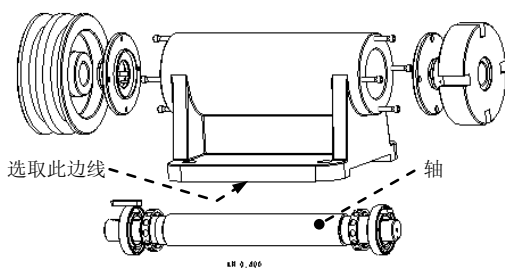

图 3.9.23 移动轴
(1) 此时轴测图已经被分解。在系统 **选取要移动的元件** 的提示下，按下面的步骤选取元件进行移动。
(2) 在模型树中单击选取零件 **SHAFT BEARING.ASM** (轴)，将零件拖到图 3.9.23 所示的位置，此时系统弹出“选取移动”菜单。
(3) 定义运动参照。在“分解位置”对话框 **运动参照** 区域的下拉列表选取 **图元/边** 选项，然后在图形区中选取图 3.9.23 所示的边线为运动参照，单击中键。